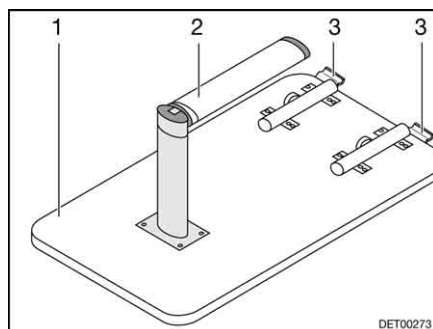
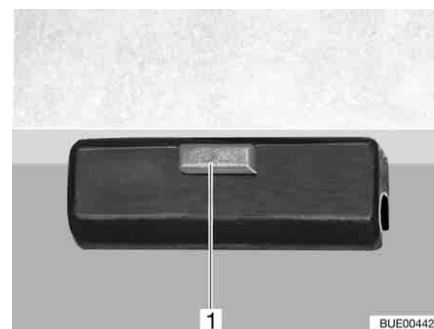

Bild 26 Bettunterbau
Bild 27 Verriegelung
- Die Tischplatte (Bild 26,1) vorne ca. 45° anheben.
- Den unteren Teil des Gelenkstützfußes (Bild 26,2) nach unten ziehen und um 90° umklappen.
- An der Verriegelung (Bild 26,3) den Entriegelungsknopf (Bild 27,1) drücken.